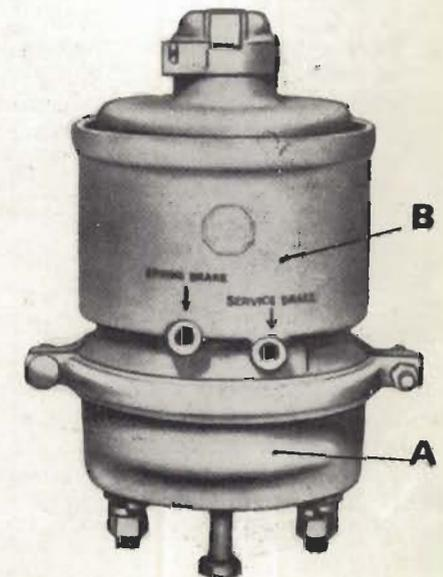

Fig. 11.7. - Cámara de freno
11.8 CÁMARAS DE FRENO (fig. 11.7)